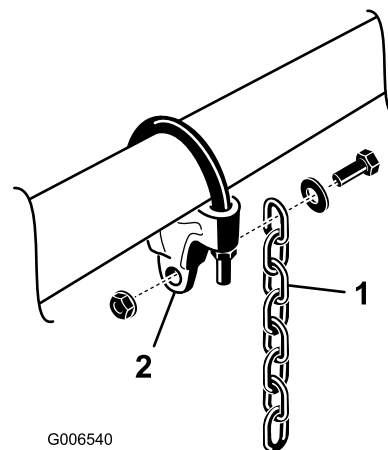

Bild 7
7. Befestigen Sie eine Hubkette mit einer Schraube, Scheibe und Mutter an jeder Kettenhalterung, wie in Bild 7 abgebildet.